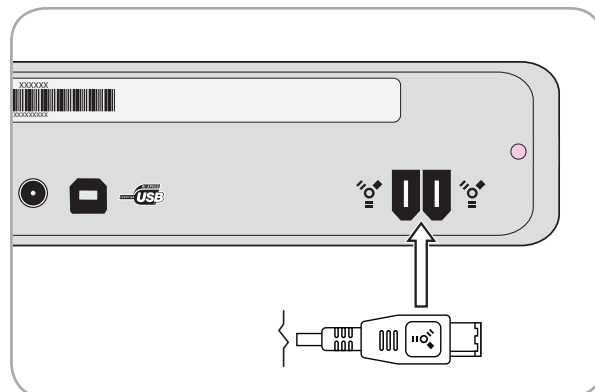

Fig. 03
2. Connectez le câble FireWire 400 au port FireWire 400 situé à l'arrière du disque (Fig. 03).